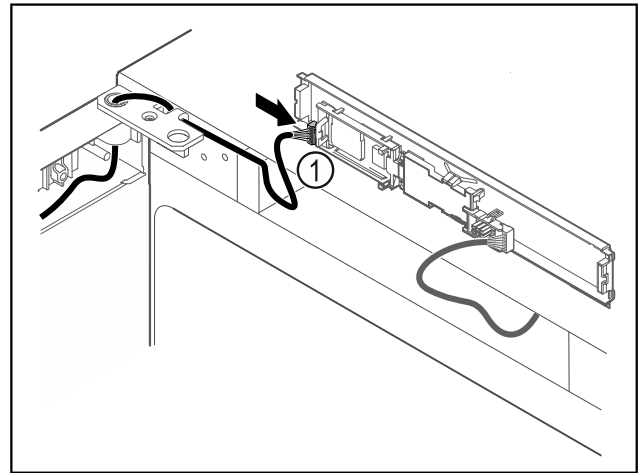

Fig. 60
- Įkiškite kištuką į plokštę Fig. 60 (1).